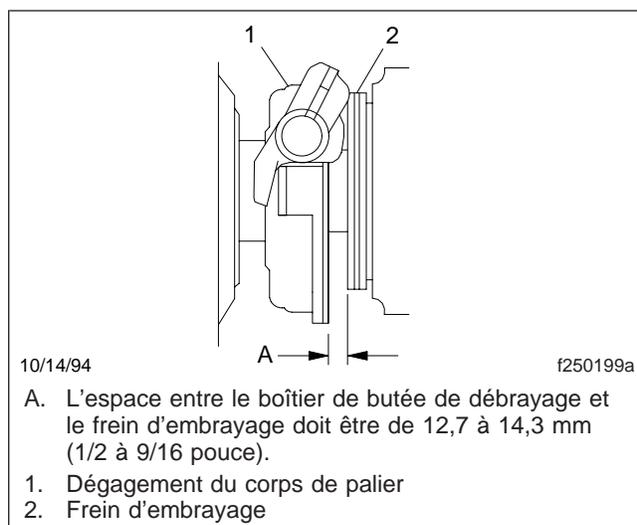

Fig. 10, Mesure du dégagement de la course de butée de débrayage
3. Mesurez le dégagement de la course de butée de débrayage. Voir la **figure 10** pour connaître la dimension à mesurer. À l'aide des deux extrémités de l'outil de dégagement de la course de butée de débrayage, vérifiez cet espace comme suit :